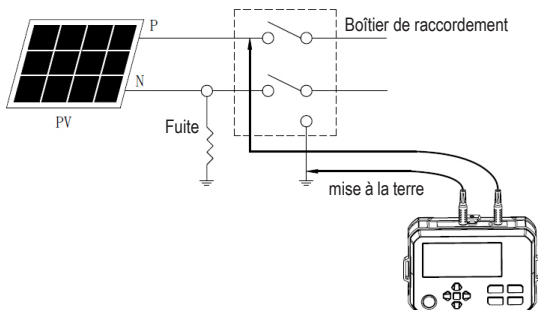

Figure 14.5 Mesure entre P et N en circuit ouvert.
2. Connectez les fils du testeur comme indiqué dans la figure 14.5 :
3. Sélectionnez la plage PV 1000 V ou PV 500 V, en vous assurant que la tension en circuit ouvert du générateur photovoltaïque est inférieure à la plage de test sélectionnée. Voir : «19.10 Mesure de la résistance d'isolement photovoltaïque (PV)» à la page 146.